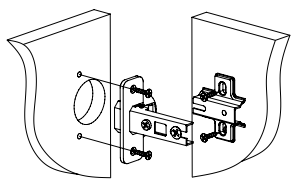

Рис.5
3. Установите петли на двери, а ответные планки петель на боковины 2, 3 (Рис. 5).